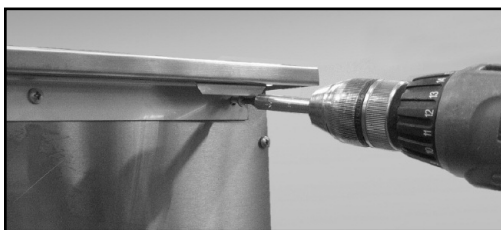

Fig. 05
2. Installez la languette de support de part et d'autre de la tête de l'appareil à l'aide de 8 des vis 10-24 x 1/2". Installez chaque support avec 4 vis de part et d'autre de la tête de l'appareil d'extérieur (Fig. 05 et 06).